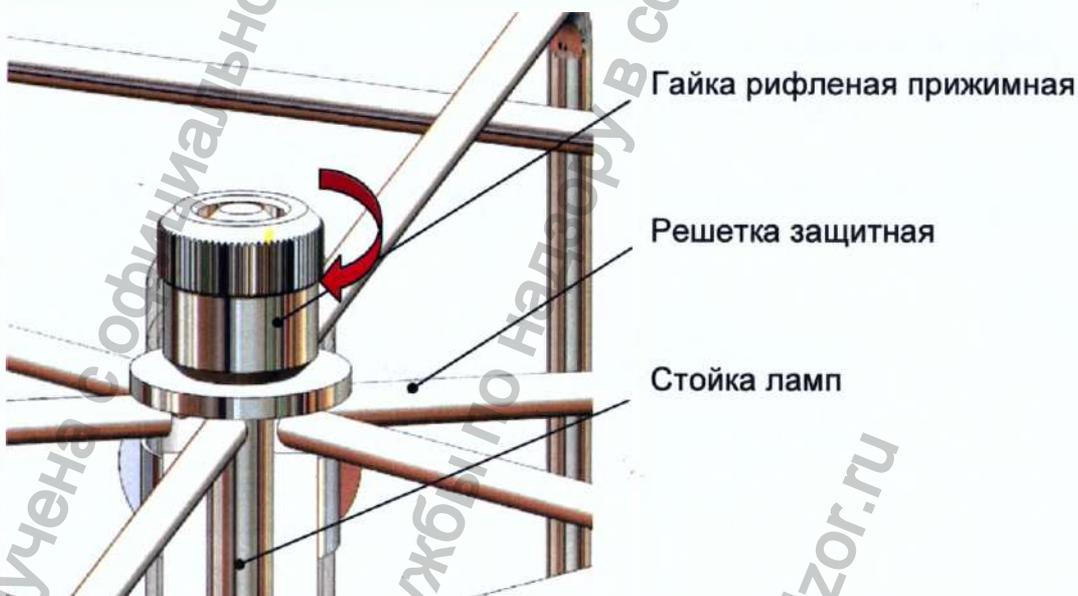

Рис. 23. Фиксация решётки защитной
- 6.8 Зафиксировать решетку защитную гайкой рифлёной прижимной (рис. 23). Гайку закручивать вручную, без применения инструмента, до контакта с решёткой. При транспортировке гайка рифлёная прижимная зафиксирована на стойке ламп.
- Установить решетку защитную, зафиксировав ее прижимной гайкой (п.6.7 рис. 22 и п.6.8 рис. 23).
- Установить решетку защитную, зафиксировав ее прижимной рифлёной гайкой (п.6.7 рис. 22 и п.6.8 рис. 23).
- Слегка прижать решетку к панели, закрутив гайку рифленую прижимную рис. 23.